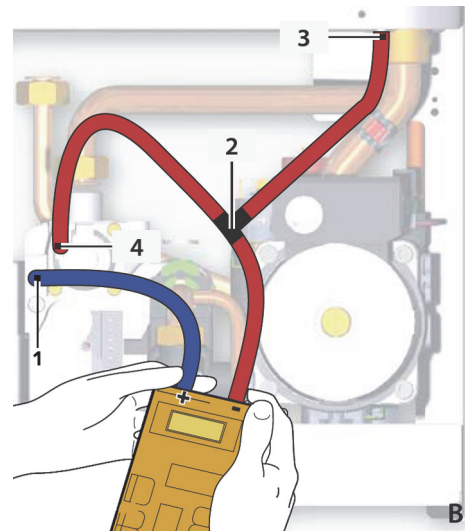

fig. 28
- con un cacciavite aprire il punto di prelievo a valle della valvola gas e collegare la presa di pressione alla presa positiva del manometro differenziale (rif. 1/4 - fig. 28);
- collegare un "T" (rif. 2 - fig. 28) al tubo depressione camera stagna e portarlo alla presa negativa del manometro differenziale;